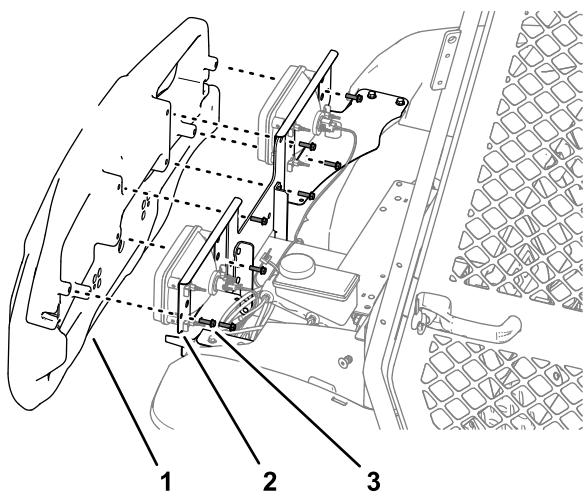

Figure 42
1. Tout en soutenant le pare-chocs, retirez les 8 boulons à embase qui le fixent sur les supports de pare-chocs et les supports de phares (Figure 42).